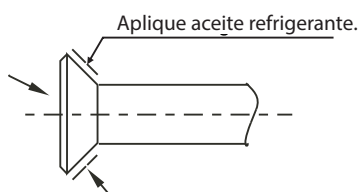

Figura 5.1
- b. Unte aceite refrigerante (debe ser aceite de motor compatible con el refrigerante de este tipo) en la superficie exterior de la unión abocinada y en la superficie cónica de la tuerca de conexión y apriete 3 o 4 vueltas con la mano (Figura 5.1) antes de atornillar la tuerca abocardada.